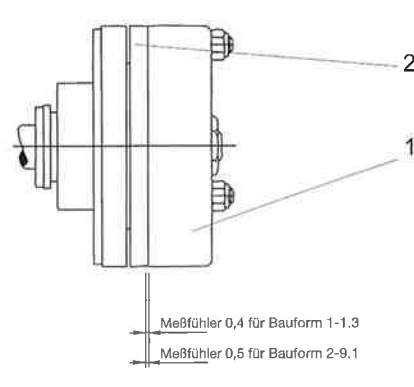

Bild 27: Einstellen der Bremse
**7.2.2 Einstellen der Bremse** (siehe Bild 27)
**Achtung!** Hat sich nach längerer Betriebsdauer (ca. 500.000 Bremsungen) der Luftspalt zwischen Magnetkörper (1) und Ankerplatte (2) auf ca. 0,8 mm vergrößert, ist die Bremse wie folgt nachzustellen:
1. Meßfühler zwischen Magnetkörper (1) und Ankerplatte (2) schieben (max. ca. 10 mm einschieben).
2. Die 3 Stück selbstsichernden Einstellmutter soweit nach rechts drehen, bis der Luftspalt zwischen Magnetkörper (1) und Ankerplatte (2) der im Bild 27 angegebenen Meßfühlerdicke beträgt.